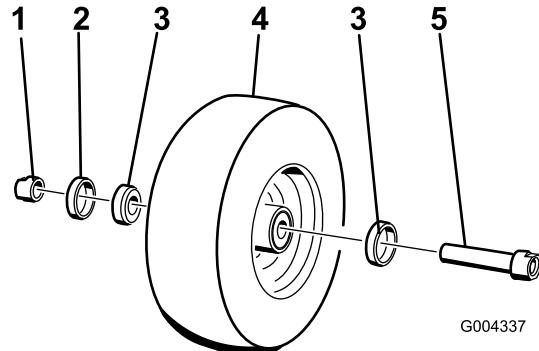

Figure 30
6. Retirez un des écrous-entretoises (avec méplats) de l'essieu (Figure 30).
7. Déposez l'essieu sans retirer l'écrou-entretoise opposé (Figure 30).
10. Insérez le roulement, assorti d'un joint neuf, dans la roue (Figure 30).
12. Montez l'assemblage écrou et essieu dans la roue du côté roulement, avec un joint neuf (Figure 30).
14. Insérez le second roulement, assorti d'un joint neuf, dans la roue (Figure 30).